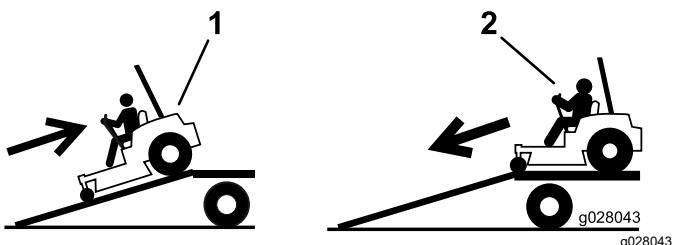

Figura 42
4. Suba la máquina por la rampa en marcha atrás (Figura 42).
2. Baje la máquina por la rampa conduciendo hacia adelante (Figura 42).